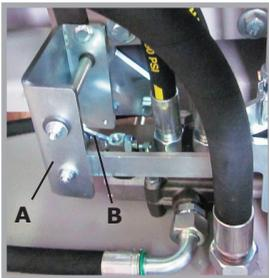

Abb. 21
2-3 mm vor dem Erreichen des Endpunktes des zurückgefahren Spaltschiebers muss der Spaltschieber das Schaltblech (A, Abb. 21) soweit betätigt haben, dass das Steuerventil in Neutralstellung gedrückt wird. Dadurch wird das Zurückfahren des Spaltschiebers gestoppt und es wird gewährleistet, dass das Hydrauliksystem nicht gegen Druck fährt. Ist das nicht der Fall, ist der Abschaltpunkt durch Verstellen des Ventilhebels (B, Abb. 21) einzustellen. Lösen Sie dazu die Kontermutter am Ventilhebel (B) und drehen sie diesen mit dem Kugellager heraus (früheres abschalten). Kommt der Spaltschieber zu früh zum Stehen, drehen sie den Ventilhebel (B) weiter hinein. Achten sie dabei darauf, dass das Kugellager beim Feststellen des Ventilhebels (B) mit der Kontermutter senkrecht (siehe Abb. 21) steht. Damit wird gewährleistet, dass sich der Schaltwiderstand der Steuerung auf ein Minimum reduziert und das gesamte Schaltgestänge entlastet wird.